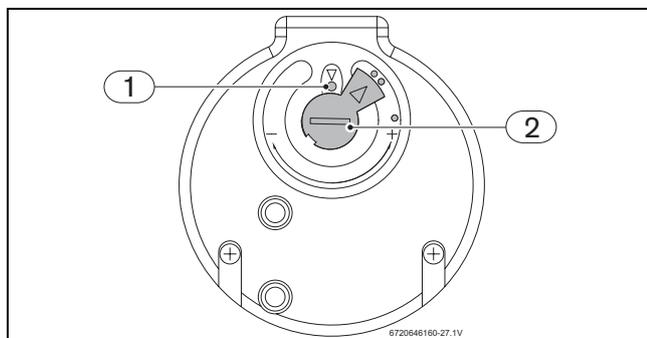

Fig. 50 Thermostat
- ▶ Appuyer sur le bouton de réarmement (→ fig. 50, [1]).
Après l'élimination d'un défaut, s'assurer que le thermostat est à nouveau dans la position indiquée par la figure 50.